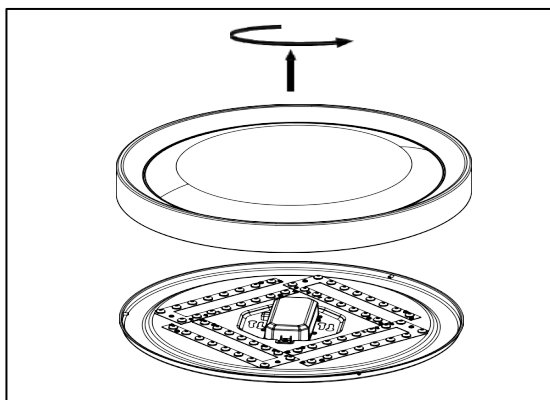

Figure 5
6. Retirer le diffuseur (4) en le faisant tourner vers le sens OUVERT à partir du boîtier (2). (Voir figure 5)